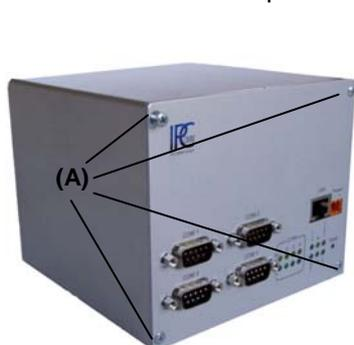

Abbildung 7:
- 2 Nach der Demontage gemäß Kapitel 2.5 ist die Frontplatte herauszunehmen. Hierzu sind die entsprechenden 4 Schrauben an der Frontplatte zu lösen (Abbildung 7 und 8).